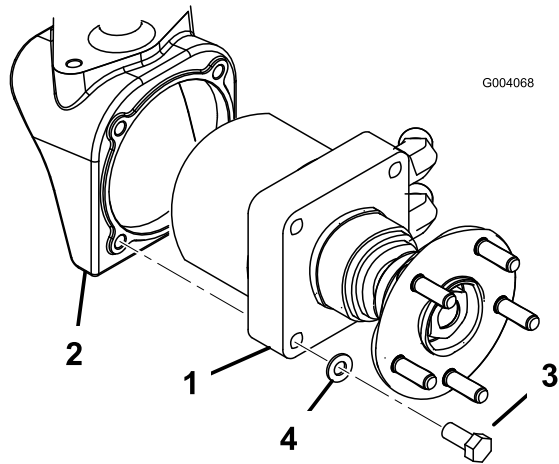

Figura 3
6. Monte el motor de rueda correspondiente en cada alojamiento del motor de rueda con 4 pernos (1/2 x 2-1/4 pulgadas) y arandelas de freno (1/2 pulgada) (Figura 3). Apriete los pernos a entre 95 y 108 Nm.